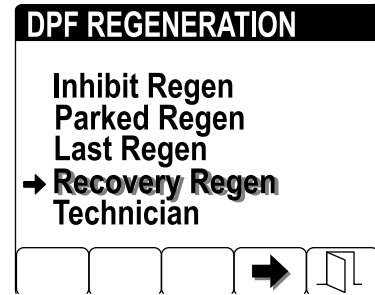

Bild 64
1. Öffnen Sie das Menü „DPF Regeneration“ und drücken Sie die Tasten 1 oder 2, um auf die Option PARKED REGEN oder die Option RECOVERY REGEN zu navigieren (Bild 64).